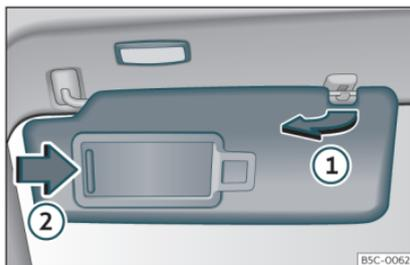

Fig. 94 Pare-soleil.
- Le pare-soleil peut être retiré du support et rabattu contre la porte»» fig. 94 ①.